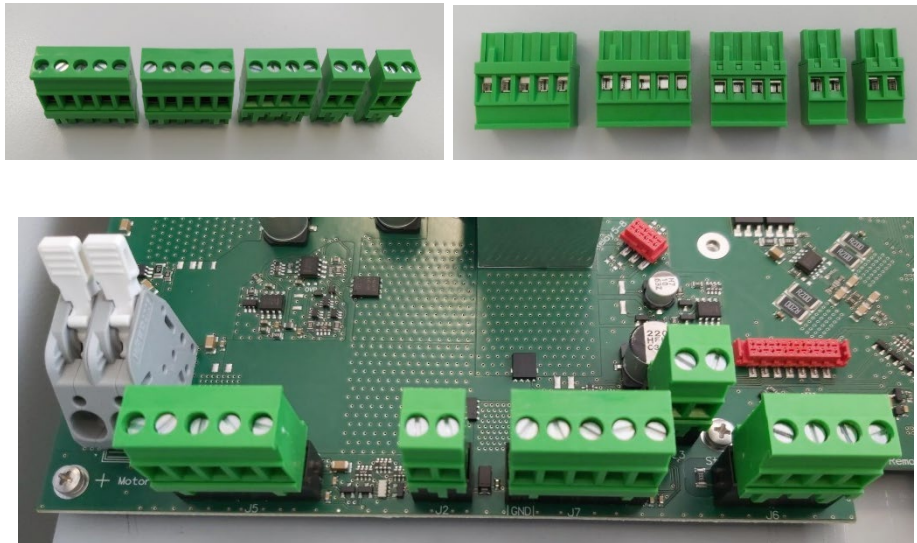

Abbildung 4 - Positionen der Stecker auf der Platine
- Sender: SOMloq2 (Siehe Abbildung 4)
- Standard Empfänger: SOMup4 (Siehe Abbildung 4) → Optional : Empfänger mit externer Antenne: RMA03-868-4